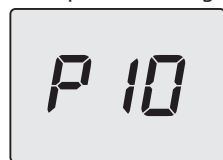

Figura 5.74
- Scorrere i vari parametri utilizzando i tasti 12 (indietro) o 14 (avanti) fino a far apparire sul display LCD le lettere **P10** che si alternano con il valore del parametro (Figura 5.74).